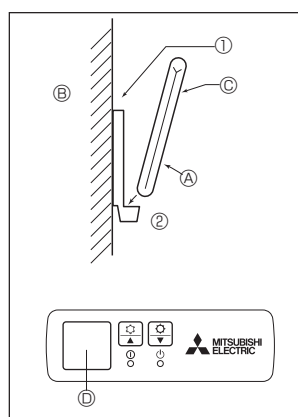
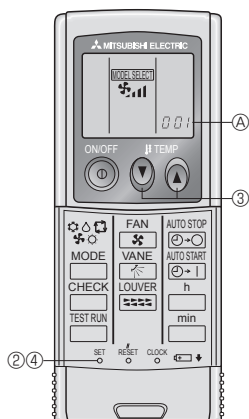

Fig. 6-5
Fig. 6-6
2) Wijze van Installeren (Fig. 6-5)
- ① Bevestig de houder van de afstandsbediening op de gewenste plaats met de twee zelftappende schroeven.
- ② Zet het onderste gedeelte van de afstandsbediening in de houder.
3) Instellen (Fig. 6-6)
- ① Plaats de batterijen.
- ② Druk op de toets SET met een puntig voorwerp. **MODEL SELECT** knippert en het modelnummer licht op.
- ③ Druk op de toets temp **Ⓢ** om het modelnummer in te stellen. Als u de uitvoering verkeerd heeft begrepen, druk dan op de AAN/UIT-knop **Ⓢ** en begin de uitvoering opnieuw vanaf procedure ②.
- ④ Druk op de toets SET met een puntig voorwerp. **MODEL SELECT** en het modelnummer lichten gedurende drie seconden op en worden daarna uitgeschakeld.